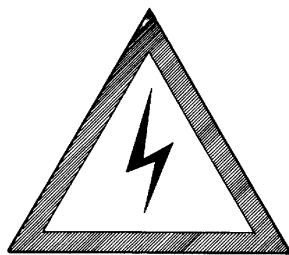

Fig 9. Utmärkning av huvudströmbrytarens placering, (röd blix på vit botten med blå bård) 60 mm sida.
**OBS! Inga kablar/trådar att dra i.** Dessa ska vara utmärkt med en röd blix på en triangelformad vit botten med blå bård. Triangelns sida ska vara minimum 60 mm och en av spetsarna ska peka mot brytaren (Se, fig. 9).